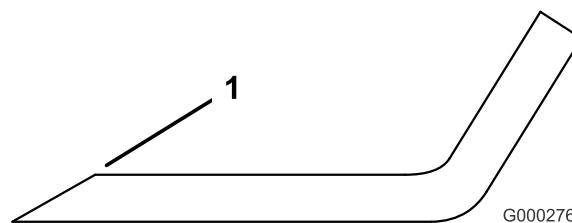

Figura 73
- Utilice una lima para afilar el filo de corte en ambos extremos de la cuchilla (Figura 73). Mantenga el ángulo original. La cuchilla permanece equilibrada si se retira la misma cantidad de material de ambos bordes de corte.